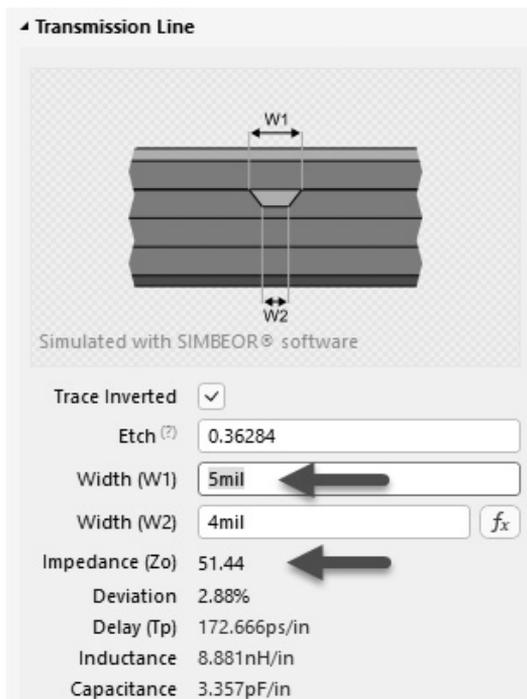

图 3-40 SIN03 层修改线宽后的阻抗值
② 同样，可将线宽改为 5mil，可得到其阻抗也在误差范围内，如图 3-40 所示。